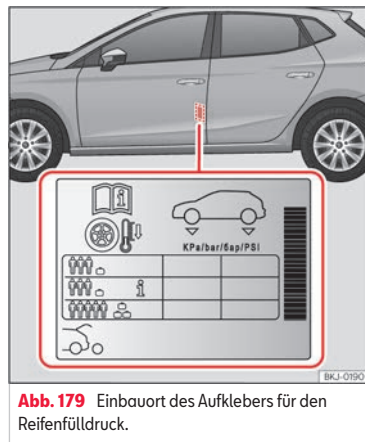

Abb. 179 Einbauort des Aufklebers für den Reifendruck.
- Passen Sie bei größerer Zuladung den Reifendruck entsprechend an >>> **[Abb. 179]**.
Die Angaben zum Reifenfülldruck befinden sich auf dem Aufkleber an der Fahrertürsäule »» (Abb. 179).
Der Reifendruck muss der aktuellen Fahrzeugbelastung angepasst werden. Wenn das Fahrzeug voll beladen werden soll, muss der Reifenfülldruck entsprechend dem auf dem Reifenfülldruck-Aufkleber angegebenen maximalen Wert erhöht werden »» (Abb. 179).
Füllen Sie bei einem minimierten Notrad (125/70 R16 oder 125/70 R18) auf einen Druck von 4,2 bar, gemäß Angabe auf dem Aufkleber mit den Reifendruckwerten »» (Abb. 179).
Je nach Fahrzeug kann der Reifenfülldruck auf halbe Last eingestellt werden, um den Fahrkomfort zu verbessern (Reifenfülldruck i »» (Abb. 179)). Beim Fahren mit Komfort-Reifendruck kann sich der Kraftstoffverbrauch leicht erhöhen.
- Der Fahrer ist verantwortlich für den richtigen Reifenfülldruck an allen Reifen am Fahrzeug. Der empfohlene Reifenfülldruck befindet sich auf einem Aufkleber »» (Abb. 179).
- Immer den richtigen Reifenfülldruck am kalten Reifen einhalten, wie auf dem Aufkleber angegeben »» (Abb. 179).